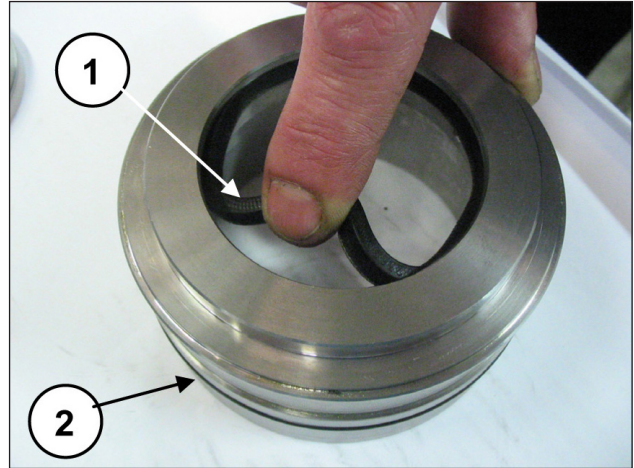

Fig. 164
Insérer le joint de basse pression dans le support presse-étoupe (rep. ①, Fig. 164) en contrôlant le sens de montage qui prévoit la lèvre d'étanchéité tournée en avant (vers la tête) et le joint torique (rep. ②, Fig. 164).